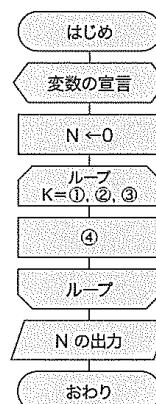

図11
問2 図11は、1から10までの整数の和Nを求めるプログラムの流れ図である。①～③に適する数値を、④にあてはまる処理を答えよ。